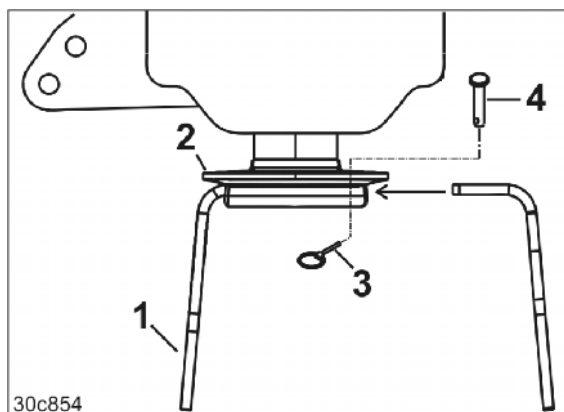

Fig. 59
Jordbearbejdningstænderne (Fig. 59/1) er fastgjort i værktøjsholderens lommer (Fig. 59/2).
1. Træk ringsplitten (Fig. 59/3) ud af bolten (Fig. 59/4).
2. Slå bolten (Fig. 59/4) ud værktøjsholderen opad.